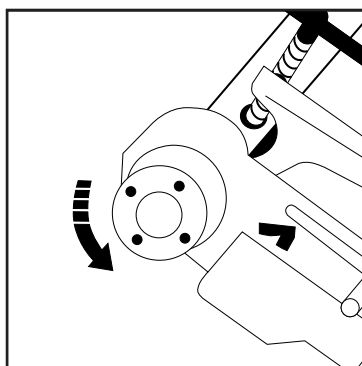

Рис. 5
5.5 После нарезания резьбы выключить клупп (дождаться полной остановки), освободить с помощью винтового прижима струбину, перевести рычаг 5 в положение обратного (левого) вращения, рис. 5 и, после переключения рычага, крепко удерживая, включить клупп для свинчивания головки с нарезанной резьбы.